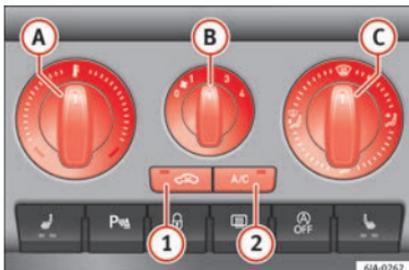

Abb. 170 Klimaanlage: Bedienelemente
Die Kühlanlage arbeitet nur dann, wenn die Taste gedrückt ist **(A/C)** **(2)** » **Abb. 170** » Seite 160, und folgende Bedingungen erfüllt sind:
- Drehen Sie den Drehregler **A** »» **Abb. 170** nach rechts, um die Temperatur zu erhöhen.
- Drehen Sie den Gebläseschalter **B** »» **Abb. 170** in eine der Positionen 1 bis 4, um das Gebläse einzuschalten.
- Mit dem Luftverteilungsregler **C** »» **Abb. 170** regeln Sie die Richtung des Luftaustritts »» Seite 158.
- Drücken Sie die Taste **A/C** **2** »» **Abb. 170**. Die Kontrollleuchte in der Taste leuchtet auf.
Wenn der Drehknopf **C** »» **Abb. 170** auf der Defrosterstellung steht, die Umluftklappe ist immer offen (Lichtanzeige aus).
- Drücken Sie die Taste **1** » **Abb. 170**, die Kontrollleuchte in der Taste leuchtet auf und